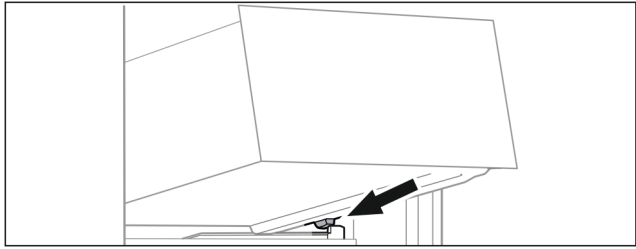

Fig. 75
- Applicare il cassetto inclinandolo dietro i fermi sulla nervatura del contenitore. (vedere Fig. 75)